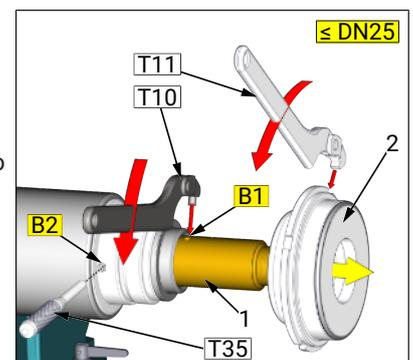
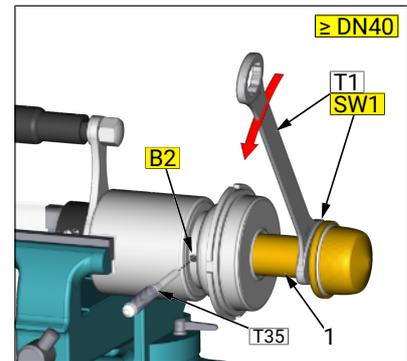

Figura 3
Figura 4
- Figura 3 Desmontaje mediante agujero taladrado (B1) (\leq DN25)
- ⇒ Para que el taladrado (B1) sea visible, primero se debe desmontar el inserto (2).
- Figura 4: Desmontaje con llave plana (SW1) (\geq DN40).